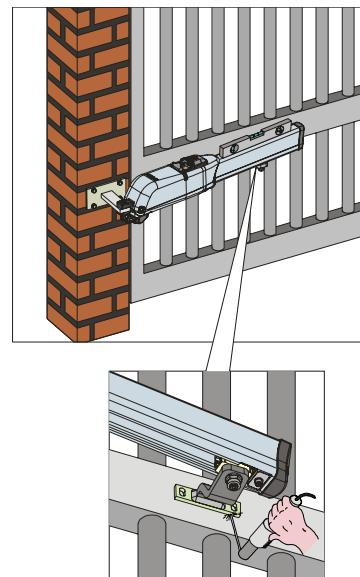

Abb. 13
- 6) Den Flügel schließen und dabei den Antrieb perfekt waagrecht halten und den Befestigungspunkt des vorderen Bügels bestimmen (Abb. 13)
7) Den vorderen Bügel provisorisch mit Hilfe von zwei Schweißpunkten befestigen (Abb. 13).